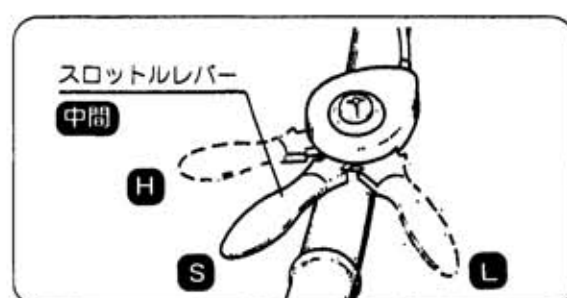

図5
- ⑥ スロットルレバーを「中間・S」位置にします。(図5)